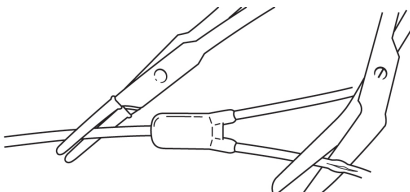

Fig. 11
2. Den beskadigede del af forlængerslangen afskæres, idet der efterlades et stykke slange, der er stort nok til at muliggøre reparation (fig. 11).